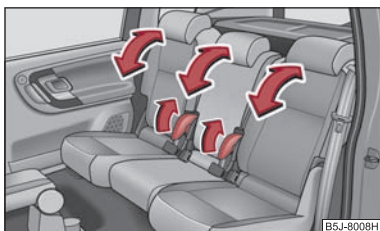

Abb. 51 Einstellung der Sitzlehne
- Ziehen Sie den Hebel  $\Rightarrow$  Abb. 51 und stellen Sie die gewünschte Neigung der Sitzlehne ein. ■
- Ziehen Sie den Hebel  $\Rightarrow$  Abb. 51 und klappen Sie die Sitzlehne vollständig nach vorn.